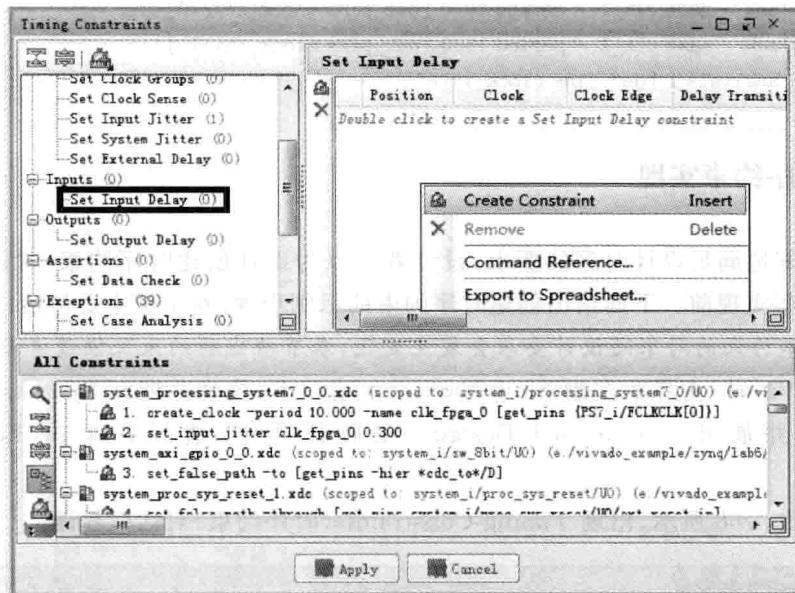
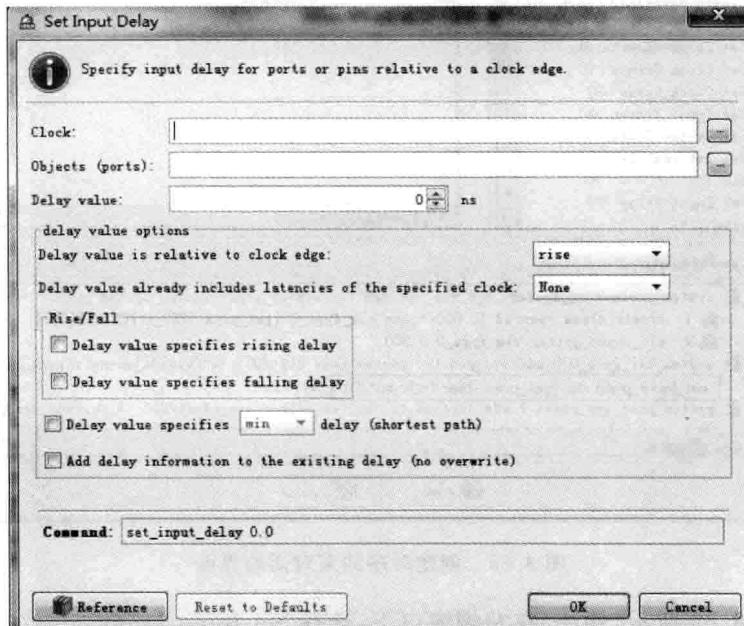

图 8.69 创建时序约束入口界面
图 8.70 设置输入延迟序约束界面
- (3) 如图 8.69 所示,例如,在左侧窗口下,选择 Set Input Delay。
- (4) 在图中右侧 Set Input Delay 窗口下,单击右键,出现浮动菜单。在浮动菜单内,选择 Create Constraint。
- (5) 如图 8.70 所示,出现 Set Input Delay 对话框界面。在该界面中,读者可以按照设计要求,给定相关延迟参数。
- (6) 单击 OK 按钮。